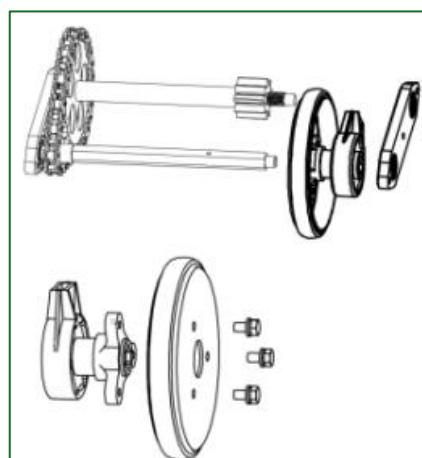

Abbildung 27
5. Entfernen Sie die drei Schrauben, mit denen die Seitenplatten des Reibrads befestigt sind, und wechseln Sie nur den Gummiring aus. Siehe Abbildung 27.